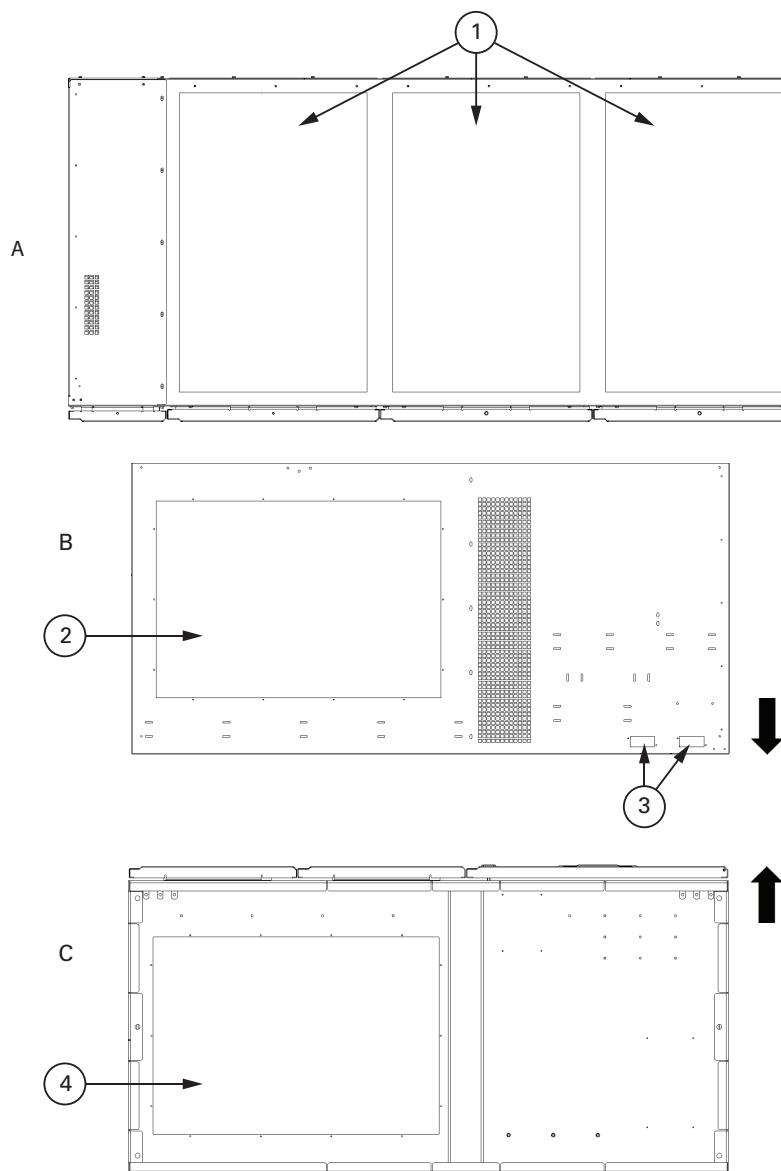
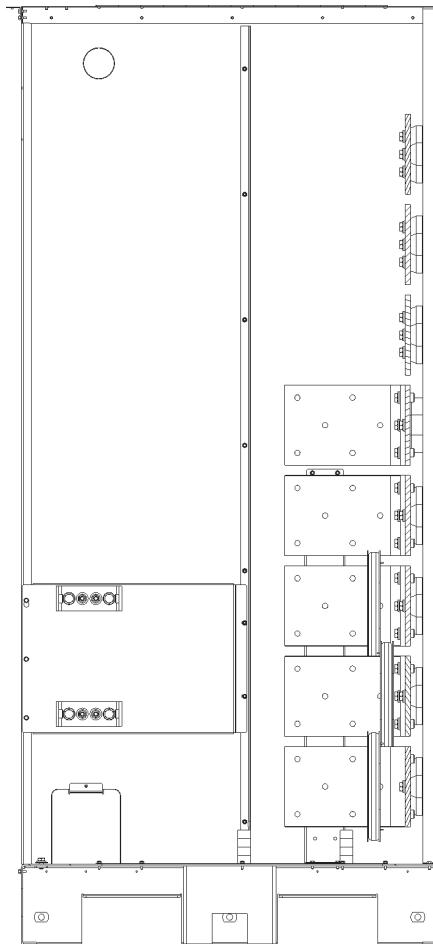
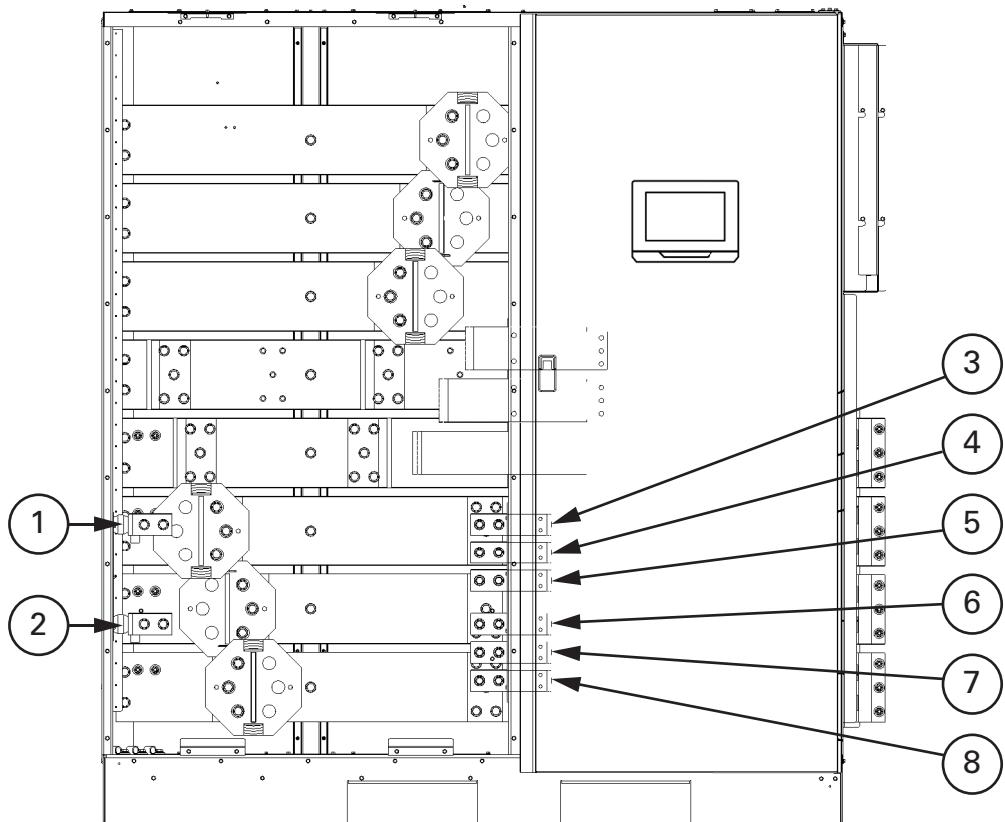

Рис. 4-14. Расположение входов проводки
Рис. 4-19. Узел ВВ клеммы питания секции ISBN ИБП - раздельный аккумулятор
Рис. 4-21. Вид спереди. Конфигурации с раздельными аккумуляторами
Снимите верхние или нижние вводные пластины шкафа ИБП и просверлите/пробейте в них отверстия (см. Рис. 4-14).
3. Проведите входной и выходной кабели/шины сверху или снизу шкафа к клеммам ИБП. Для получения информации о доступе к проводке и расположении клемм общего питания через выпрямитель см. Рис. 4-14 - Рис. 4-19, а для получения информации о расположении клемм отдельного питания через выпрямитель см. .
1. Проведите кабели аккумулятора между секцией ISBN ИБП и аккумуляторной системой или выключателем аккумулятора. Для получения информации о доступе к проводке и расположении клемм см. Рис. 4-14 - Рис. 4-19 и Рис. 4-21.